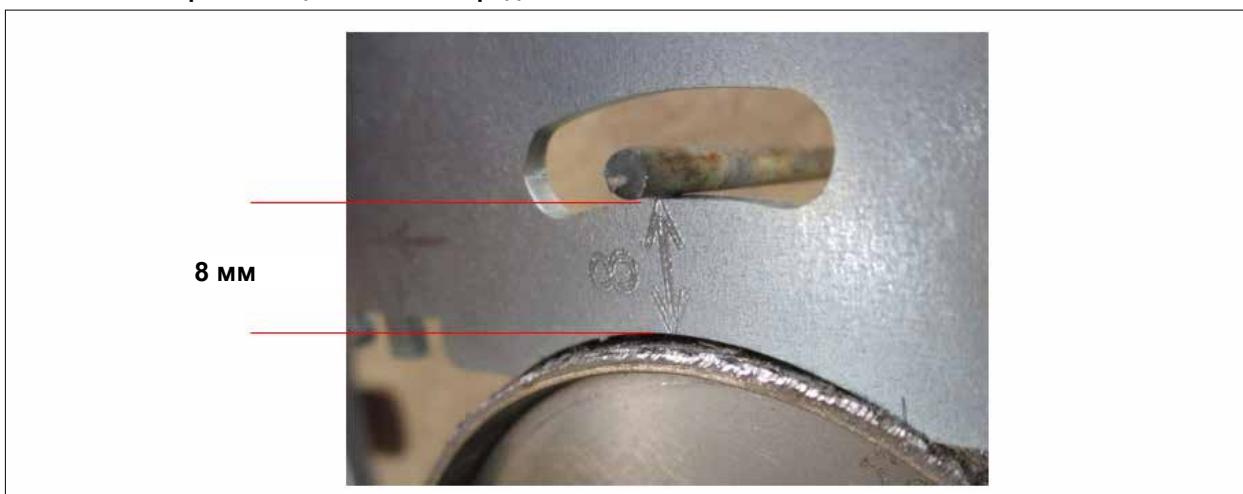

Рис. 5.13 Проверить зазор ионизационного электрода с помощью инструмента для технического обслуживания
- ▶ Проверить зазоры согласно Рис. 5.13.